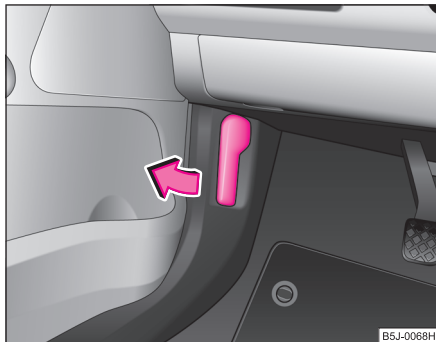

Fig. 141 Maneta de deblocare a capotei motorului
⇒ fig. 141.
- Deblocați capota motorului ⇒ pagina 199, fig. 141.